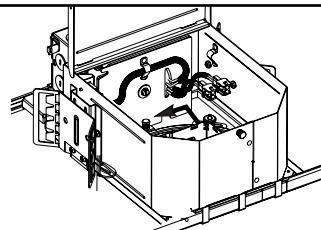
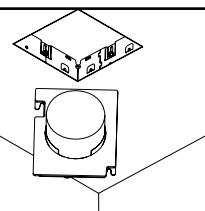

Figura 1.
Figura 5.
2. Inserte el conjunto de la puerta de acceso MA4/ transformador en la plataforma y oriente la puerta para sustituir a la puerta original (con el transformador orientado hacia fuera). Deslice la puerta hacia la izquierda y apriete los tornillos manuales para asegurarla en su sitio (Figura 1.). Para la instalación de la apertura interna, pase el conjunto de puerta de acceso/transformador a través de la abertura (Figura 5.) e instálelo como se describió anteriormente.